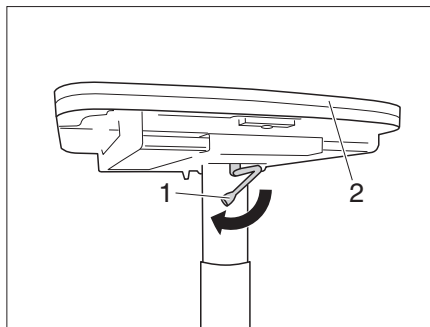

Bild 104 Tisch absenken
- Den Verriegelungshebel (Bild 104,1) nach links schwenken. Die Verriegelung ist offen.
- Die Tischplatte (Bild 104,2) in der Mitte nach unten drücken und gedrückt halten.
- Den Verriegelungshebel (Bild 104,2) nach rechts schwenken. Der Hubtisch ist verriegelt.